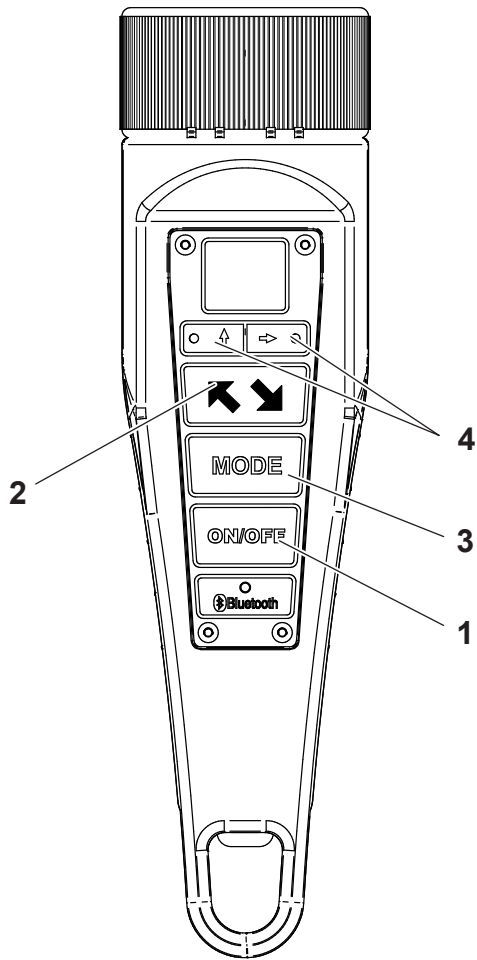

Fig. 45
Accensione (Rif. Fig. 45) - Posizionare l'interruttore generale in posizione 1, premere il tasto **ON/OFF (1)** si attiva la centralina idraulica e si accende la lampada.
Turning on (Ref. Fig. 45) - Set the main switch to position 1, press the **ON/OFF key (1)** to activate the hydraulic control unit and the lamp turns on.
Einschalten (Zu Abb. 45) - Den Hauptschalter auf 1 stellen; die Taste **ON/OFF (1)** drücken. Das Hydraulikaggregat wird aktiviert, und die Lampe schaltet sich ein.
Allumage (Réf. Fig. 45) - Positionner l'interrupteur général en position 1, presser la touche **ON/OFF (1)** l'unité de commande hydraulique s'active et la lampe s'allume.
Encendido (Ref. Fig. 45) - Lleve el interruptor principal a la posición 1, pulse el botón **ON/OFF (1)** para activar la unidad de control hidráulica y encender la lámpara.